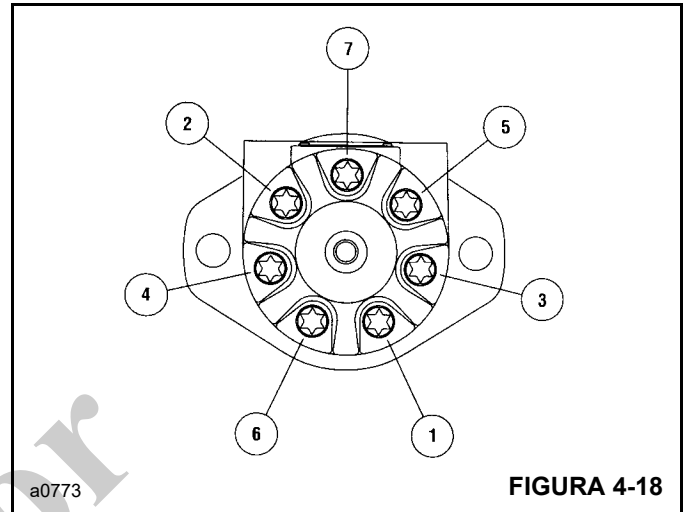

FIGURA 4-18
18. Gire la bomba de engranajes (16) para alinearla con los agujeros de los pernos. Procure no desengranar la estrella del eje impulsor o perturbar el sello de la bomba de engranajes.
20. Instale el sello (13) en la tapa terminal (17). Coloque cuidadosamente la tapa terminal en la bomba de engranajes (16).
21. Instale los pernos (19) y las arandelas de sello (18) en la tapa terminal (17). Apriete los pernos a 7.4 Nm (40 lb-pulg). Asegúrese que las arandelas de sello están asentadas correctamente. Luego, apriete los pernos a un par de 27 a 28 Nm (235 a 250 lb-pulg) en la secuencia ilustrada en la Figura 4-18.